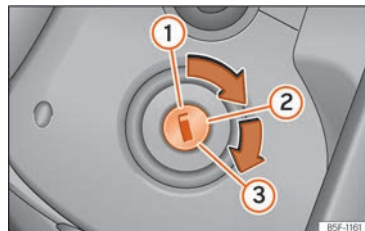

Abb. 85 Zündschloss
- Drehen Sie den Zündschlüssel in Stellung >>> **[Abb. 85] ②**.
- Drehen Sie den Zündschlüssel weiter in die Stellung >>> **[Abb. 85] ③** ohne Gas zu geben.
- Wenn der Motor anspringt, Zündschlüssel loslassen. Beim Loslassen geht der Fahrzeugschlüssel in die Position **②** zurück.
- *Fahrzeuge mit Zündschloss:* Drehen Sie den Zündschlüssel in Stellung » » (Abb. 85) ①.
- *Fahrzeuge mit Starterknopf:* Starterknopf kurz drücken » » (Abb. 85).